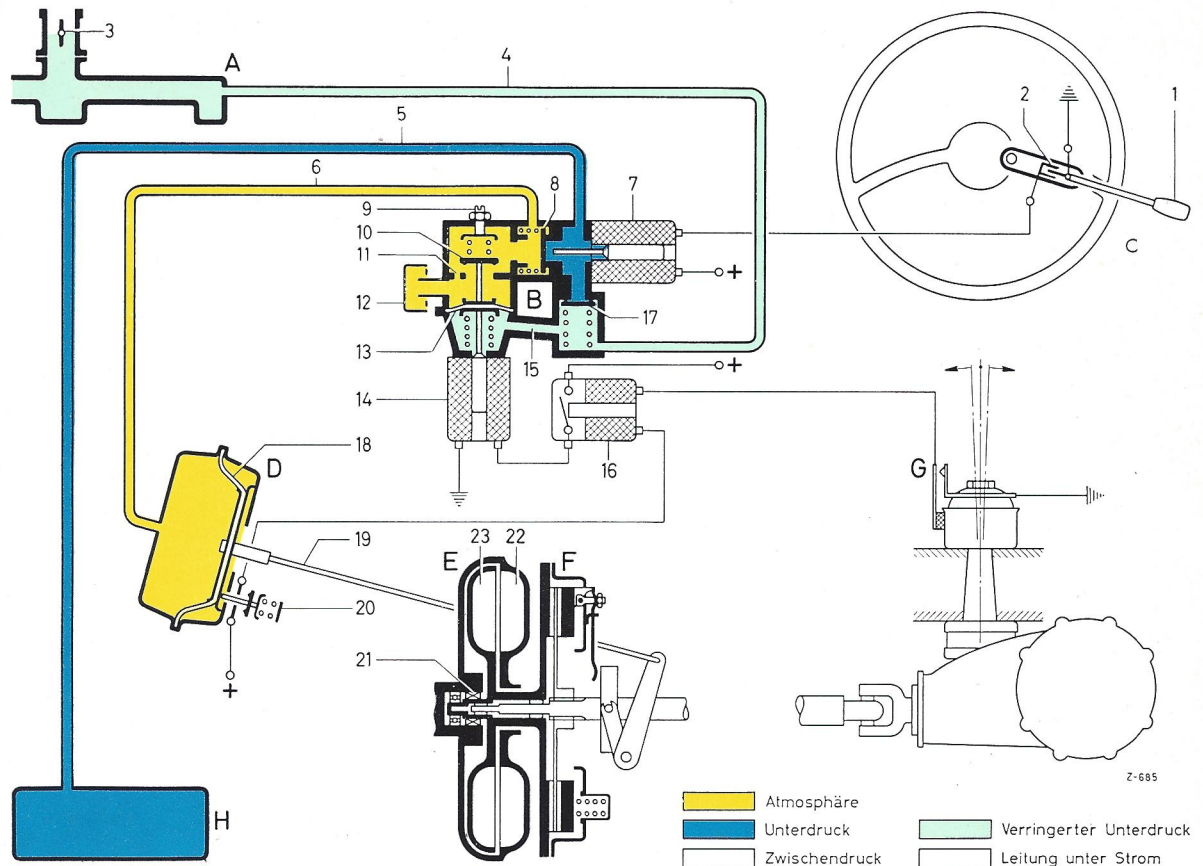

Bild 25-0/10
Das Wiedereinkuppeln nach dem Schalten beginnt mit dem Loslassen des Schalthebels, wodurch die Stromzufuhr zu dem Elektromagnet (7) wieder unterbrochen wird und deshalb das Steuerventil (8) das Servo-Aggregat (D) vom Saugrohr des Motors bzw. vom Vorratsbehälter trennt (Bild 25-0/10). Dabei wird der Kanal zum Reduzierventil (10) wieder freigegeben.
Einsatz der zweiten Stufe und damit die Härte der Bremsverzögerung, die sich beim Zurückschalten ergibt, kann mit Hilfe der Einstellschraube (9) beeinflußt werden. Durch Hineinschrauben der Einstellschraube wird der Einsatz der zweiten Stufe früher erfolgen und damit die Kupplung weicher eingreifen, umgekehrt wird beim Herausschrauben der Einsatz später erfolgen und deshalb die Kupplung härter eingreifen. Durch eine Zusatzeinrichtung muß nun dafür gesorgt werden, daß der Kupplungseingriff beschleunigt werden kann. Dies ist notwendig, wenn unmittelbar nach dem Schalten Gas gegeben wird und deshalb die Kupplung durchrutschen würde, da sie noch nicht vollständig eingerückt ist. Das in diesem Falle notwendige schnelle Einrücken der Kupplung besorgt die federbelastete Membrane (13). Diese Membrane steht über das Luftfilter (12) unter atmosphärischem Druck auf der einen Seite, auf der anderen Seite ist sie über den Kanal (15) mit dem Saugrohr des Motors verbunden. Bei geschlossener Drosselklappe und damit hohem Unterdruck drückt der atmosphärische Druck unter Überwindung der Federkraft die Membrane nach unten. Beim Gasgeben, also beim Öffnen der Drosselklappe sinkt der Unterdruck im Saugrohr ab. Damit kann die Feder die Membrane nach oben drücken und über den angebrachten Bolzen dem Reduzierventil (10) entgegenwirken bzw. es aufstoßen. Der Unterdruck im Servo-Aggregat kann deshalb über das geöffnete Reduzierventil (10) schnell abgebaut werden, und zwar um so schneller, je mehr Gas gegeben wird (siehe Bild 25-0/10).
Zur weiteren Verbesserung der Rückschaltung ist an der Hinterachse noch ein elektrischer Schalter (G) angebracht. Dieser elektrische Schalter fühlt an der Hinterachse ab, ob sich der Wagen im Schub oder im Zug befindet. Dies geschieht dadurch, daß im Zug der Aufhängebolzen der Hinterachse durch das Gegendrehmoment nach hinten ausweicht, während er sich beim schiebenden Wagen nach vorne bewegt und Kontakt gibt (Bild 25-0/11).